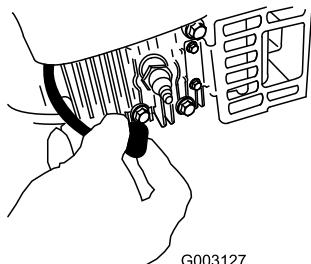

Figure 33
- Débranchez la bougie (Figure 33) avant de procéder à un quelconque entretien.